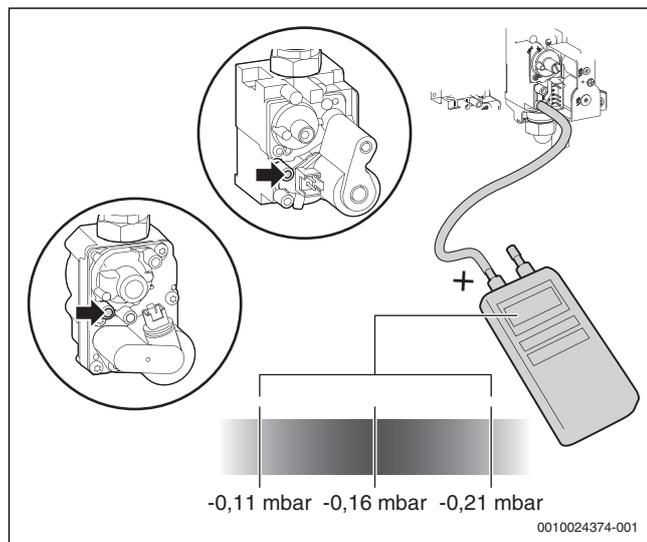

Fig. 35 Misurare la pressione differenziale
- ▶ Misurare la pressione differenziale del rubinetto gas (→ fig. 35). La pressione differenziale ottimale è $-0,16$ mbar.